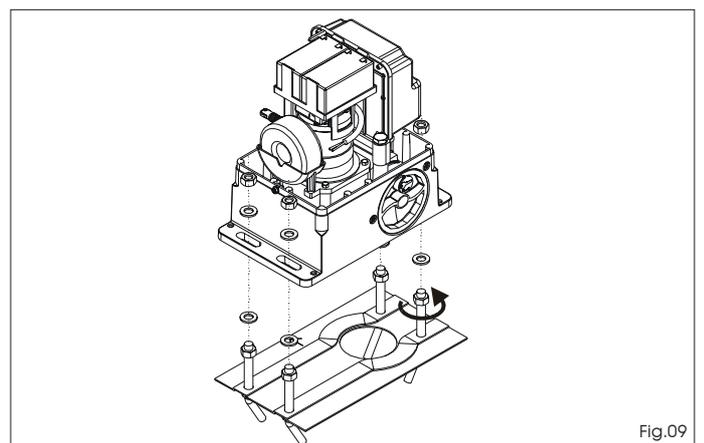

Fig.09
- 2) posizionare l'operatore sulla piastra di fondazione utilizzando i dadi e le rondelle in dotazione, come da Fig.09. Durante questa operazione far passare i cavi attraverso le apposite aperture realizzate nel corpo del motore (vedi Fig.01 rif.9). In caso di necessità è possibile, utilizzando un martello, unire i due fori ottenendo un passaggio più ampio.